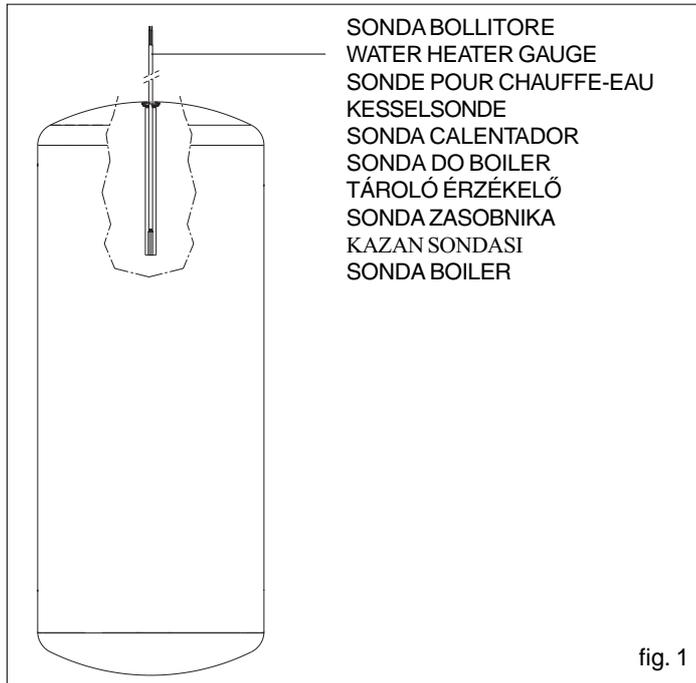

fig. 1
- Inserire la sonda nel pozzetto del bollitore assicurandosi che sia posizionata correttamente (fig. 1)
- Insert the gauge into the socket in the boiler making sure it is in the correct position (fig. 1)
- Introduisez la sonde dans le puits du chauffe-eau et vérifiez si elle est bien en place (fig. 1)
- Die Sonde in den Kesselschacht einlassen und sich vergewissern, dass sie ordnungsgemäß positioniert ist (Abb. 1)
- Introducir la sonda en el registro del calentador comprobando que esté colocada correctamente (fig. 1)
- Insira a sonda no poço do boiler, assegurando-se de que esteja posicionada correctamente (fig. 1)
- Umieść sondę w odpowiednim miejscu zasobnika (rys. 1)
- Introduceti sonda de temperatura in locasul din boilerul extern asigurandu-va ca este in pozitia corecta (fig. 1)